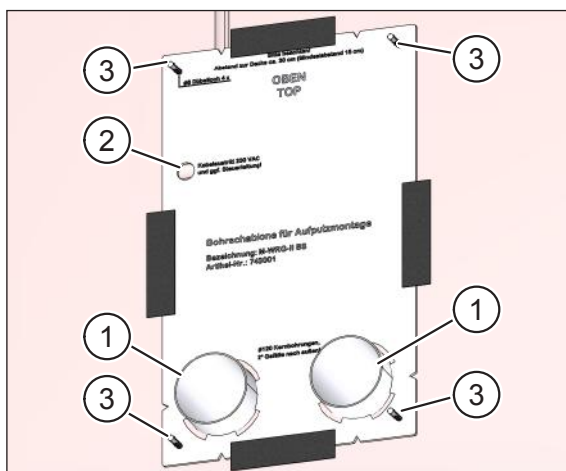

Рис. 20: вентиляционные трубы на внутренней стене
- ▶ Расположите сверлильный шаблон (поз. 2 на рис. 20) на внутренней стене.
- ▶ Закрепите сверлильный шаблон с помощью четырех дюбелей S8 (поз. 3 на рис. 20).
- ▶ Вставьте обе вентиляционные трубы (поз. 1 на рис. 20) в стержневые отверстия таким образом, чтобы они выступали за уровень внутренней и внешней стены. Вентиляционные трубы на внутренней стене фиксируются сверлильным шаблоном для вентиляционной установки (поз. 2 на рис. 20).